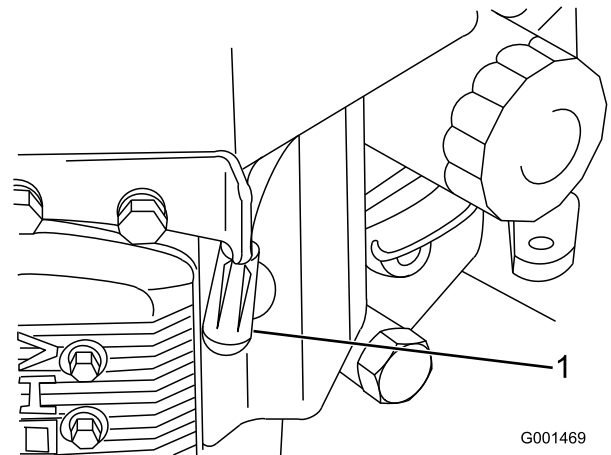

Figura 38
3. Desconecte el cable de la bujía (Figura 38).